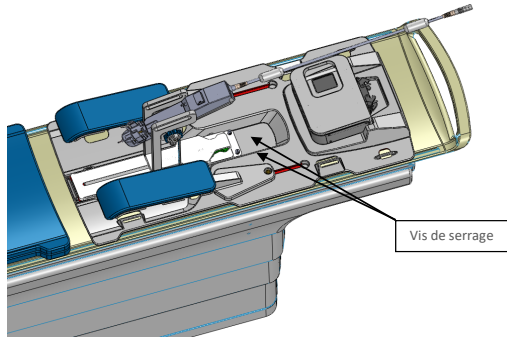
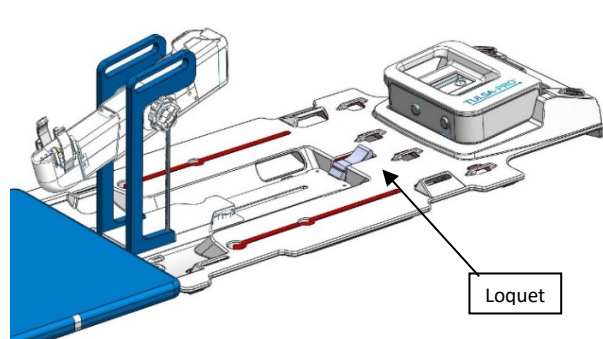

Figure 29 : PS et PSIB sur la plaque de base
Figure 30 : PS et PSIB sur la plaque de base avec loquet
2. **Manipulateur IRM** : placer le système de positionnement (PS) et le PSIB sur la plaque de base, qui doit se trouver aux pieds de la table IRM. Le PS doit être placé entre les jambes du patient.
3. **Manipulateur IRM** : fixer le PS à la plaque de base à l'aide des vis de serrage fournies (*Figure 29*). Pour les plaques de base dotées d'un loquet, fixer le PS en fermant le loquet (*Figure 30*).